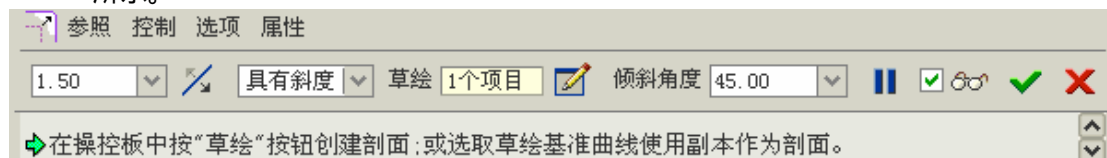

图 61-17
- (2) 单击菜单【编辑】 【偏移】选项, 打开偏移特征操控板, 各选项设置如图 61-17 所示。